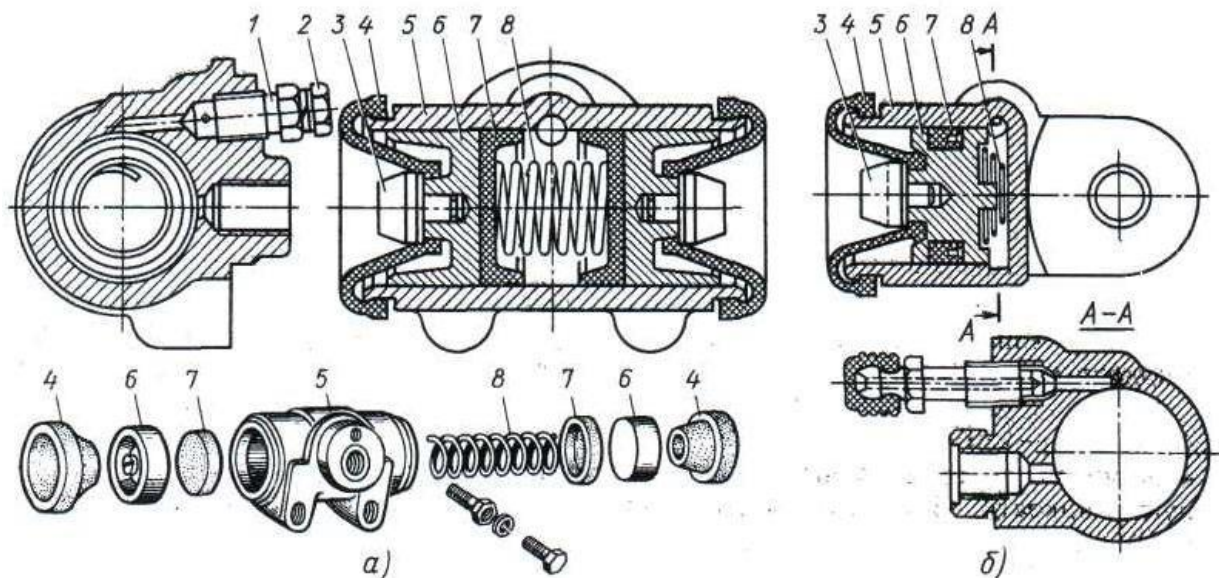

Рис. 7. Колісні гальмівні циліндри гідроприводу гальмівних механізмів
*Колісні гальмівні циліндри* гідроприводу гальмівних механізмів служать для перетворення тиску гальмівної рідини в силу, що притискує колодки до гальмівного барабана. Корпус 5 (рис. 7, а) циліндра розташований на опорному гальмовому диску. Всередині циліндра розташовано два поршні 6 з гумовими манжетами 7, між якими встановлена пружина 8. У поршні запресовані сталі штовхачі 3. Вони мають прорізи, в які входять торці гальмівних колодок. Перепускний клапан 1 служить для випуску повітря із системи.